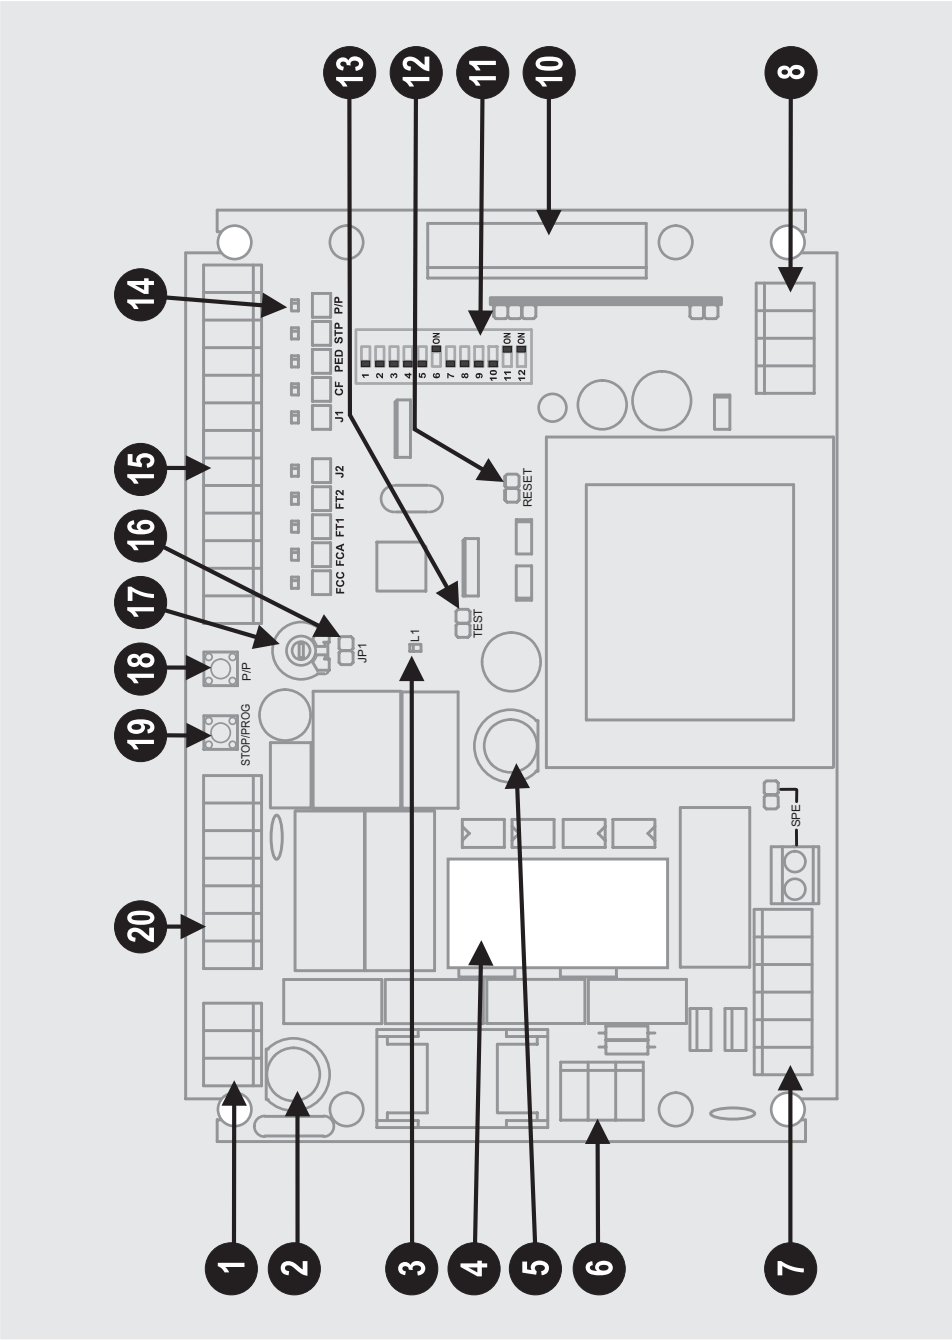

Fig. 1
- 2 - Druk op de knop STOP/PROG. (det. 19 fig. 1).
- 4 - De led L1 (det. 3 fig. 1) gaat aan en blijft continu branden, BLIJF DE KNOP STOP/PROG. INGEDRUKT HOUDEN en druk nu op de knop P/P: de led L1 begint te knipperen:
In geval van installaties voor het openen van kanteldeuren met twee motoren of bij andere soorten installaties waarbij de motoren zich absoluut zonder vertragingen samen moeten bewegen, moet de dipschakelaar nr. 11 (det. 11 fig. 1) op OFF ingesteld worden en moet de ene motor op M1 aangesloten worden en de andere op M2.
## LAYOUT GENERALE (Fig. 1)